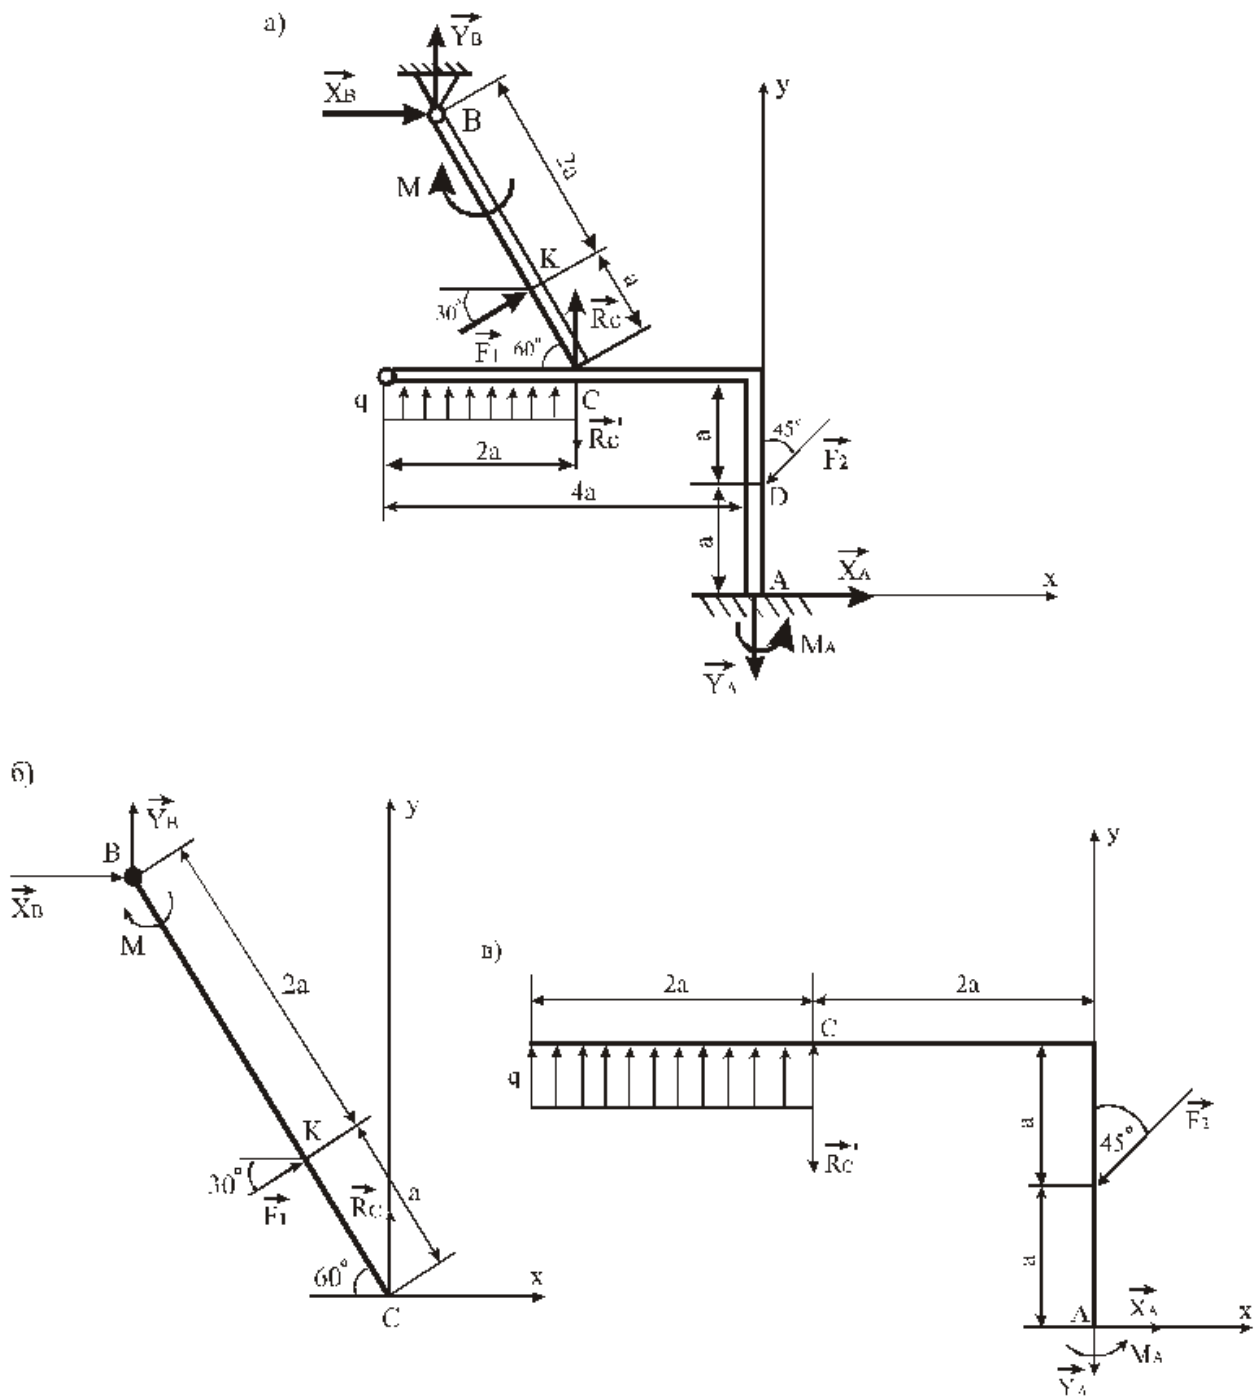

Рис.21
Пример 9. Конструкция (рис. 21) состоит из жесткого угольника и стержня, которые в точке С свободно опираются друг о друга. Внешними связями, наложенными на конструкцию, являются: в точке А – жесткая заделка, в точке В – шарнир. На конструкцию действуют: пара сил с моментом $M = 80$ кН·м, равномерно распределенная нагрузка интенсивности $q = 10$ кН/м и силы: $F_1 = 15$ кН и $F_2 = 25$ кН. При определении размеров конструкции принять $a = 0,35$ м. Определить реакции связей в точках А, В и С.
2. Выбираем систему координат ХАУ (см. рис. 21).
1. Задачу решаем способом расчленения. Рассмотрим сначала равновесие стержня BC (рис. 21, б). На стержень действуют реакции связей $\vec{X}_B, \vec{Y}_B, \vec{R}_C$, сила \vec{F}_1 и момент \vec{M} . Для полученной плоской системы сил можно составить три уравнения равновесия, при этом сумму моментов внешних сил и реакций связей удобнее считать относительно точки В:
Теперь рассмотрим равновесие угольника CA (рис. 21, в). На угольник действуют: реакции связей $\vec{X}_A, \vec{Y}_A, \vec{M}_A, \vec{R}'_C$, сила \vec{F}_2 и распределенная нагрузка q . Заметим, что $R'_C = R_C = 132,38$ кН. Для данной плоской системы сил можно составить три уравнения равновесия, при этом сумму моментов сил будем считать относительно точки С:
А теперь для наглядного доказательства того, какое значение имеет правильный выбор точки, относительно которой составляется уравнение моментов, найдем сумму моментов всех сил относительно точки А (рис. 21, в):